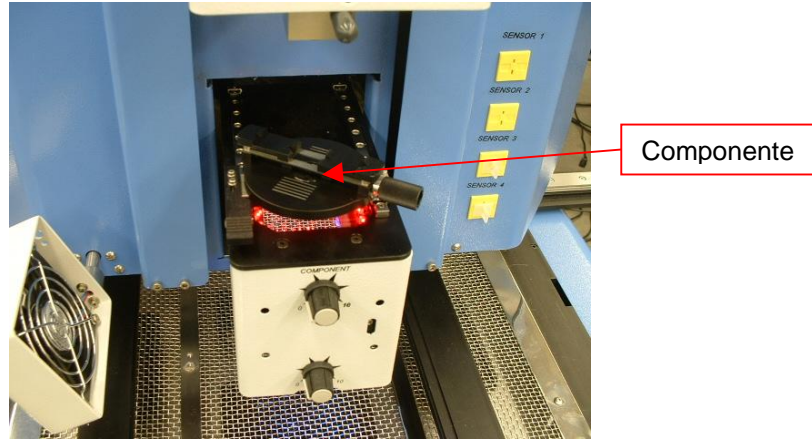

Figura 17a
- ix. Coloque el componente en la placa de montaje sobre el cárter de la cámara. (Figura 17a) El componente debe estar orientado del mismo modo que la boquilla. Realice los ajustes indicados en el párrafo 11.